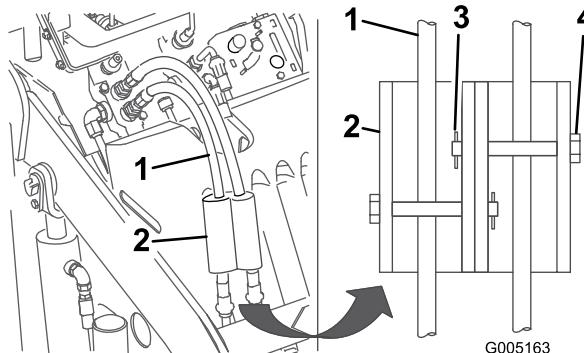

Figure 23
7. Montez les dispositifs de blocage sur les flexibles hydrauliques, et fixez-les en position à l'aide des axes de chape et des goupilles fendues (Figure 23).